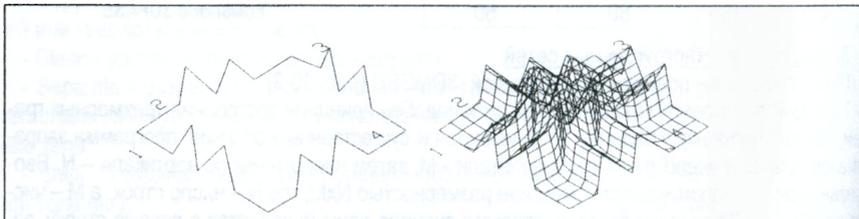

Рис. 10.14. Создание поверхности, задаваемой четырьмя кромками
- создайте с помощью полилинии четыре отрезка требуемой формы (рис. 10.14), и создайте замкнутый контур, соединяя их с помощью объектной привязки;